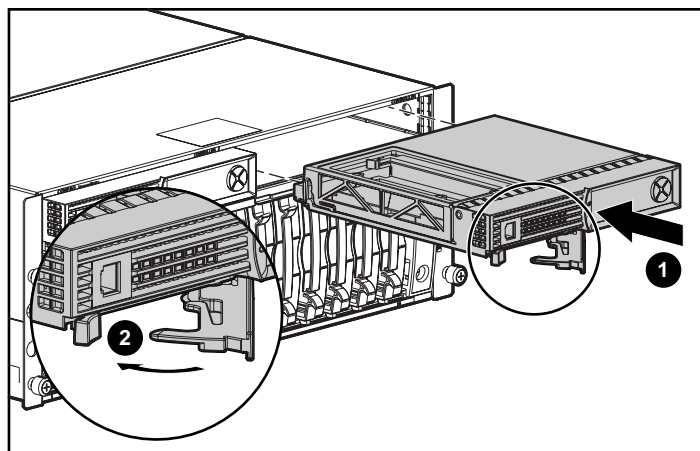

Figura 5: Installazione del controller
7. Inserire il controller fino in fondo ❶; quindi premere la levetta verso l'interno finché non risulterà allineata al pannello anteriore ❷. Vedere la Figura 5.